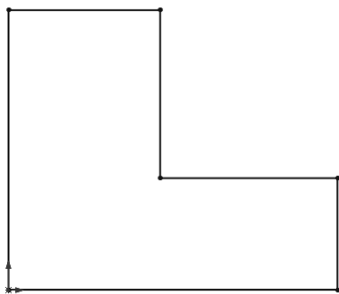

图 6-105 裁剪后的草图
- 4) 单击“草图”控制面板中的“剪裁实体”按钮，裁剪后的草图如图 6-105 所示。